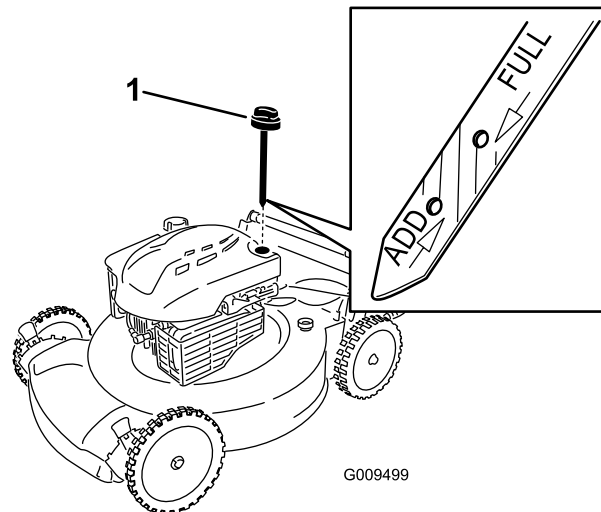

Figure 9
2. Retirez la jauge (Figure 9).
5. Sortez de nouveau la jauge et vérifiez le niveau d'huile ; voir Figure 9.